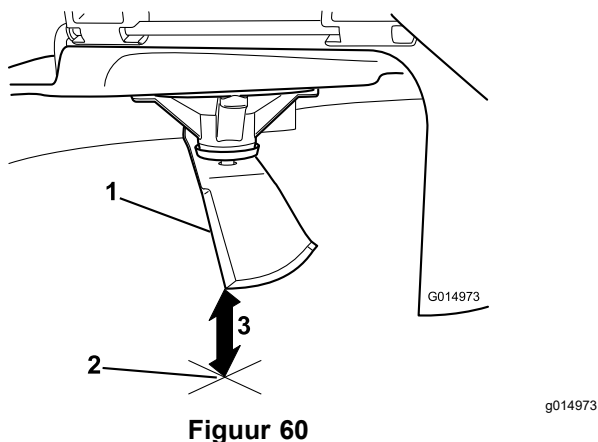

**Figuur 59**
4. Draai hetzelfde mes 180 graden, zodat de maairand aan de andere kant nu in dezelfde stand staat (Figuur 59).